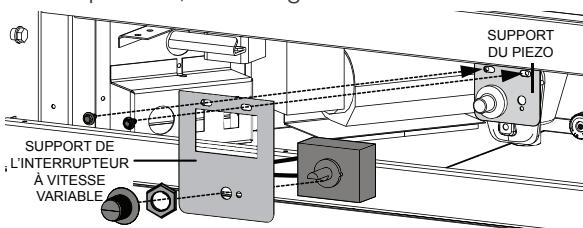

Fig. 3
- Installez le support IVV puis fixer en place utilisant les deux vis précédemment enlever, Figure 3. Pour installez L'IVV le support de l'interrupteur à vitesse variable doivent être installé, enlever les deuz vis du support du piezo.
- L'interrupteur à vitesse variable (IVV) doivent être démonté pour fixer aux support IVV pour l'installation. Placez L'IVV entre le support puis fixer utilisant le rondelle de blocage. Prenez le bouton de l'interrupteur et installez-le en position, voir la Figure 3.